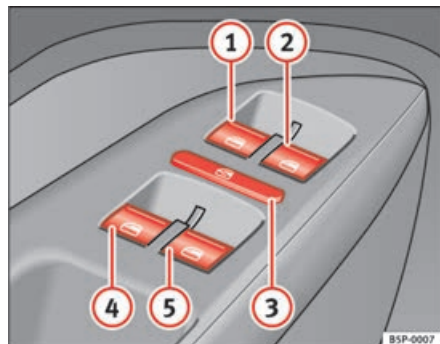

Fig. 69 Pormenor da porta do condutor: comandos para os vidros dianteiros e traseiros
Os botões ⇒ página 109, fig. 69 ① e ② têm duas posições para abrir e duas para fechar os vidros. É assim mais fácil controlar a abertura e o fecho.